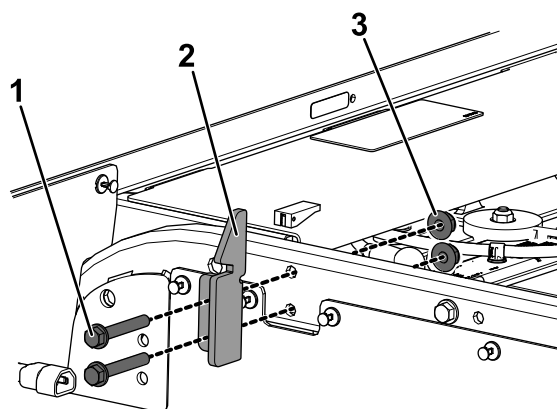

Figur 4
5. Ta bort de två axelbultarna ($1/2 \times 4 1/2$ tum) och de två låsmutterarna ($1/2$ tum) från tappfästet baktill på maskinen (Figur 4).